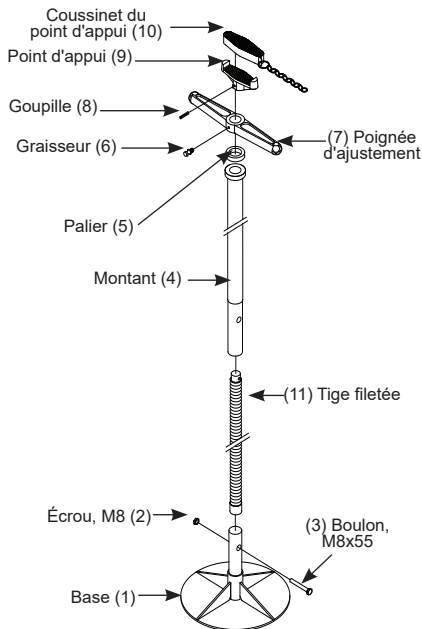

Figure 1 : Pièces du modèle 31500
1. Assurez-vous d'avoir toutes les pièces en votre possession (voir les figures 1 et 2). Si une pièce est endommagée ou manquante, n'assemblez pas, n'installez pas et n'utilisez pas le produit. Communiquez avec le service à la clientèle.
2. Commencez l'assemblage en insérant la plus petite extrémité de la tige filetée (11) dans la partie inférieure du montant (4) de façon à ce que cette extrémité de la tige ressorte par la partie supérieure du montant.
3. Placez le palier (5) sur le dessus de la partie filetée de la tige, puis installez la poignée d'ajustement (7) sur la tige filetée en la faisant tourner dans le sens horaire.
4. Le point d'appui (9) peut maintenant être fixé en insérant la goupille (8) à travers le point d'appui et la tige filetée (11).
5. a. **Pour le modèle 31500 (voir figure 1) :**
**Liste des pièces** (voir les figures 1 et 2 pour les numéros des pièces)